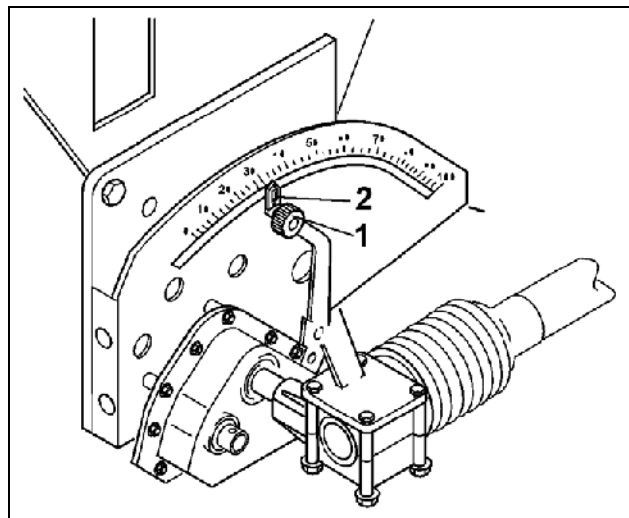

Fig. 82
- Løsne låseknappen (Fig. 82/1) på girstillespaken.
- Skyv viseren til girstillespaken (Fig. 82/2) til en av de følgende girposisjoner:
- Trekk fast låseknappen (Fig. 82/1).